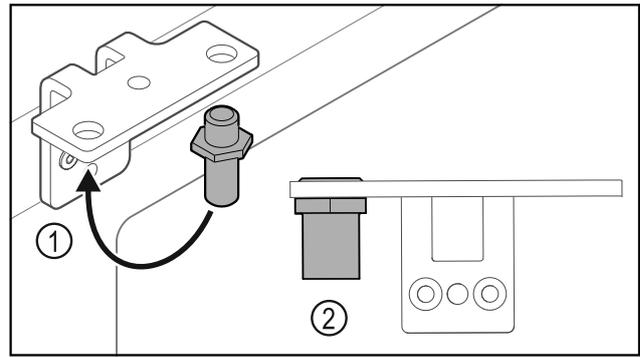

Fig. 25
- ▶ Перемістити палець Fig. 25 (1) у шарнірному кутику.
- ▶ Затягнути палець Fig. 25 (2) з **обертальним моментом 12 Нм**.